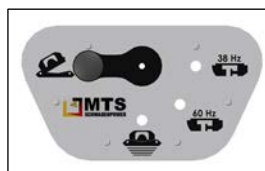

Abbildung 14: Einstellung 'Werkzeugwechsel'
2. Funktionshebel am MTS-Anbauverdichter (WA) manuell auf 'Werkzeugwechsel' stellen (siehe Abbildung 14, Seite 14).